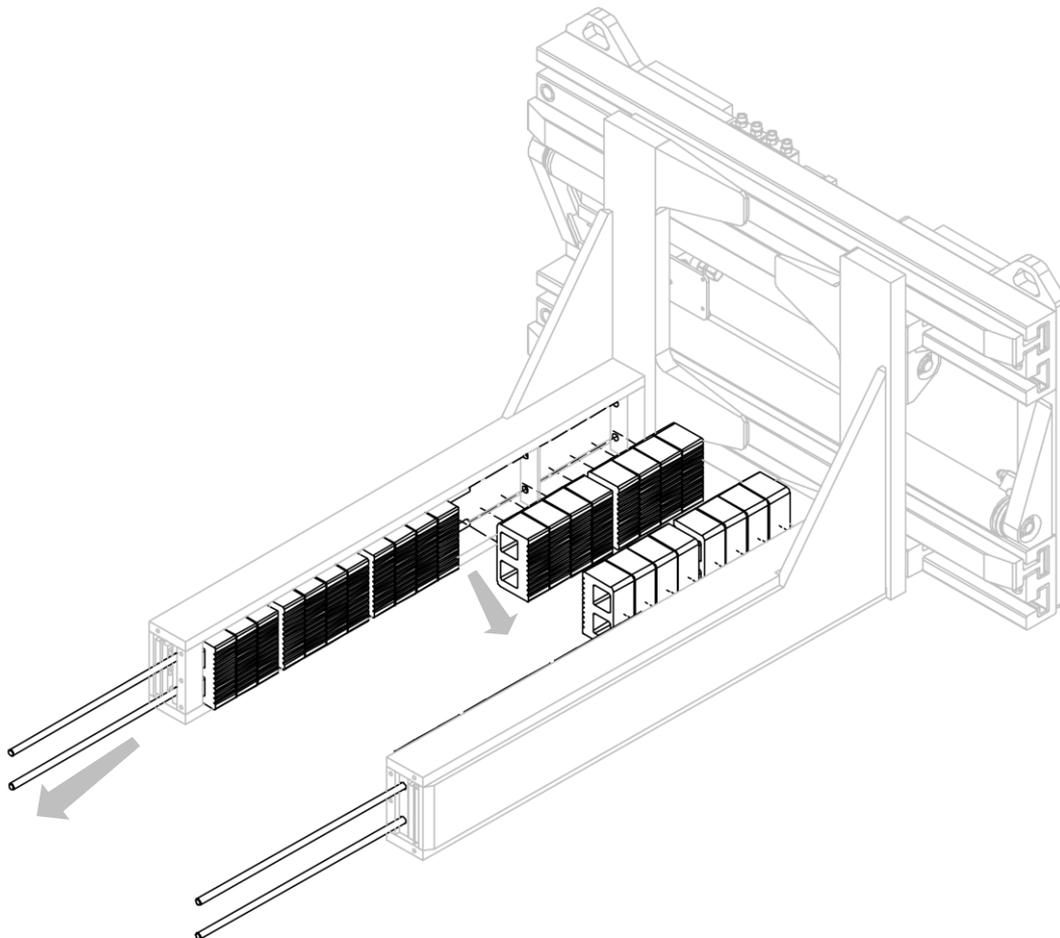

Abbildung 34
2. Ziehen Sie die Feststellbolzen aus ihren Aufnahmen und achten Sie darauf, die Polyurethandruckstücke mit abzuziehen (siehe *Abbildung 34*).